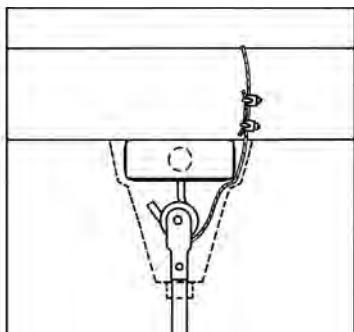

Figure 4
IMPORTANTE PRÉCAUTION : Le câble de sécurité ne doit pas être placé entre le cylindre en caoutchouc et le crochet, mais plutôt comme illustré en Figure 4.
- Quand vous suspendez le ventilateur sur le crochet en J fourni par l'usine, assurez-vous que le câble en haut de la tige est positionné derrière le crochet en J comme illustré en Figure 4.